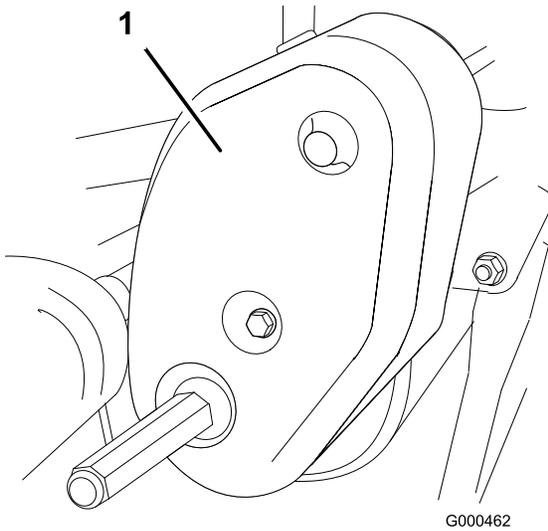

図 45
1. ベルト・カバー取り付けネジ（図 45）を外してベルトを露出させる。